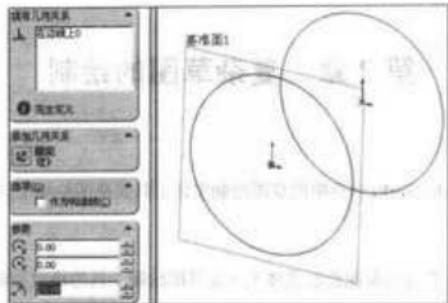

图 2-1 转换实体引用
(4) 保持基准面 1 的选取, 单击 (草图绘制) 工具进行草图 2 的绘制。选取草图 1 的实体圆, 单击草图工具栏中的 (转换实体引用) 工具, 将草图 1 的圆实体复制引用到草图 2 中, 如图 2-1 所示。注意此圆虽然没有标注尺寸, 但因为具有“在边线上 0”的几何关系, 所以, 它同样具有完全定义的特性条件。